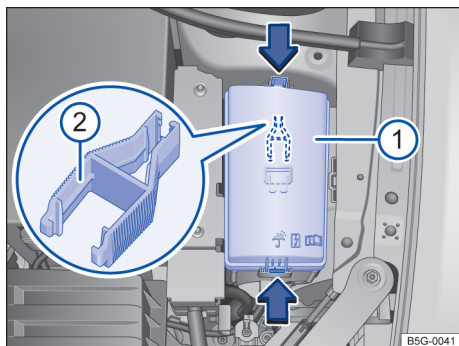

Fig. 173 No compartimento do motor: cobertura  da caixa de fusíveis com pinça de plástico .
- Pressionar os travamentos no sentido da seta → Fig. 173 (seta), para destravar a cobertura da caixa de fusíveis → Fig. 173 .
No lado interno da cobertura da caixa de fusíveis no compartimento do motor, pode haver uma pinça de plástico para a retirada dos fusíveis → Fig. 173 . <